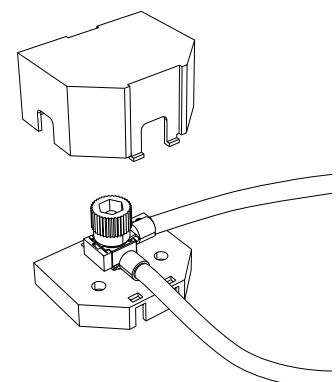

Abbildung 34. Schutzabdeckung des Sicherungskastens
5. Die Schutzabdeckung des Sicherungskastens montieren, siehe Abbildung 34.